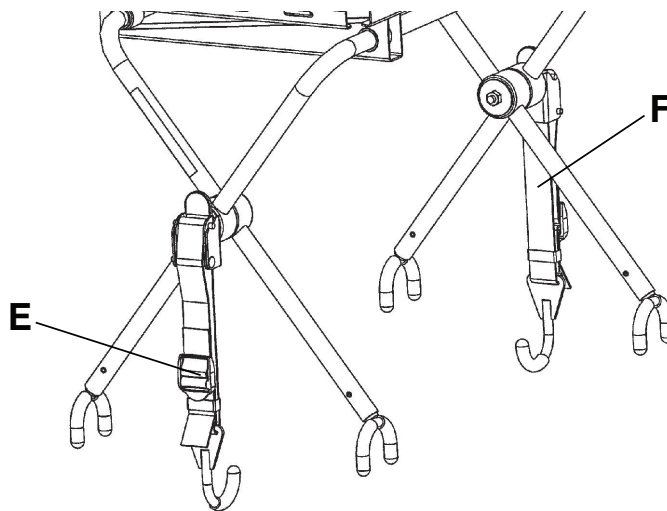

Rysunek 27 – Położenie haczyka zatrzasku (przedstawiono model 6506)
6. Umieść haczyk zatrzasku (C) pod ramą blatu lub mocowaniem po stronie stóp pacjenta i przesunąć występ do góry (D) aż do zablokowania po jednej stronie ze słyszalnym kliknięciem (Rysunek 27). Powtórzyć czynności po drugiej stronie. W przypadku noszy kompatybilnych z systemem **Power-LOAD** (jeżeli znajdują się na wyposażeniu) należy wydłużyć i przymocować paski do mocowania po stronie stóp pacjenta (Rysunek 28).